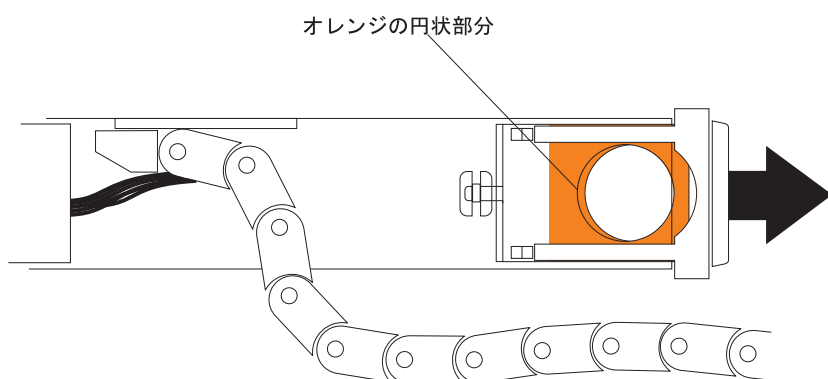

図 87. ドライブ・ドロワーに接続される水平取り付け金具
- d. ドライブ・ドロワーから右のケーブル・チェーンの取り付け金具を切り離します。 オレンジ色のハンドルをつかみ (図 87 を参照)、取り付け金具をドライブ・エンクロージャーから完全に引き出します。右のケーブル・チェーンを取り外します。